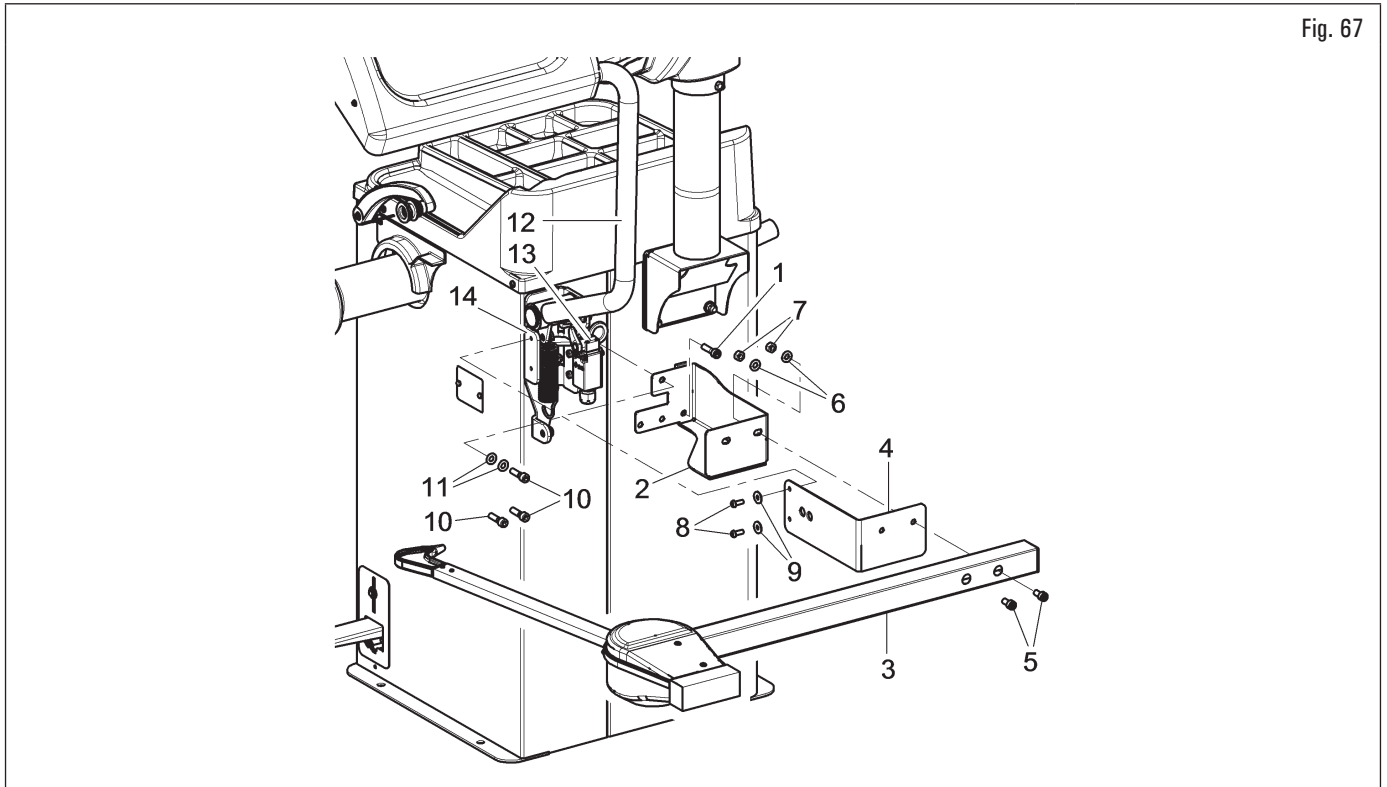

Fig. 67
1. Démontez le carter de protection (Fig. 67 réf. 12), si déjà présent ;
2. dévisser les vis (Fig. 67 réf. 10) et les rondelles (Fig. 67 réf. 11) du support carter de protection roue, en faisant bien attention à soutenir le support même. Insérer la bride de la tige (Fig. 67 réf. 2) dans la fente latérale du support carter de protection roue (voir Fig. 68 réf. A) ;
3. si nécessaire, démonter le micro-interrupteur (Fig. 67 réf. 13) pour accéder plus facilement aux vis de fixation ;
4. insérer la vis de fixation (Fig. 67 réf. 1) et les vis (Fig. 67 réf. 10), précédemment dévissées, dans la bride de la tige (Fig. 67 réf. 2) et visser l'ensemble aux rivets filetés positionnés dans la partie postérieure du châssis, sans l'utilisation des rondelles (Fig. 67 réf. 11) démontées précédemment. Fixer la bride (Fig. 67 réf. 4) au support carter (Fig. 67 réf. 14) avec les vis (Fig. 67 réf. 8) et les rondelles (Fig. 67 réf. 9). Bloquer le bras de la tige (Fig. 67 réf. 3) aux griffes (Fig. 67 réf. 2 - 4) en utilisant les 2 vis (Fig. 67 réf. 5), les rondelles (Fig. 67 réf. 6) et les écrous (Fig. 67 réf. 7), afin que l'arbre et le bras de la tige soient au même niveau (voir Fig. 68) ;
9. remonter le micro-interrupteur (Fig. 67 réf. 13), si démonté précédemment ;
10. monter la carter de protection (Fig. 67 réf. 12), en suivant les indications du paragraphe 7.1.2.8 "Assemblage carter de protection (pour le modèle avec micro externe)".